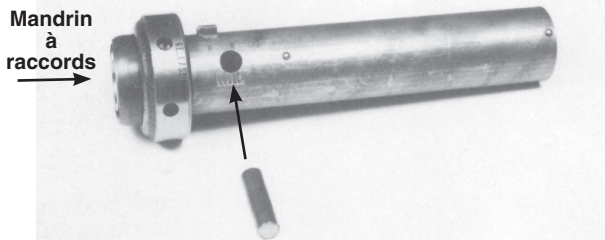

Figure 3 – Montage du mandrin à raccords sur l'adaptateur
5. Introduisez la broche. La broche devrait être à fleur du manchon (Figure 3).